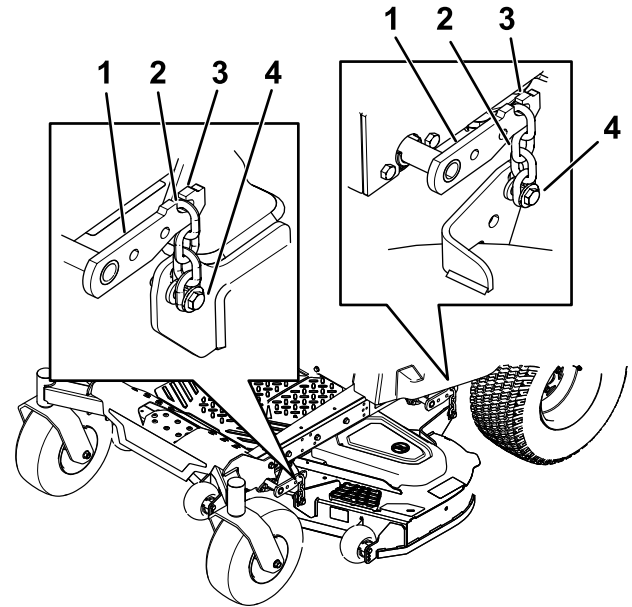

**Figura 58**
3. Coloque dos bloques de 6.6 cm (25/8" de grosor debajo de cada lado del borde delantero de la carcasa, pero no debajo de los soportes de los rodillos protectores del césped (Figura 58).
4. Coloque dos bloques de 7.3 cm (27/8" de grosor debajo del borde trasero del faldón de la carcasa de corte, uno en cada lado de la carcasa de corte (Figura 58).